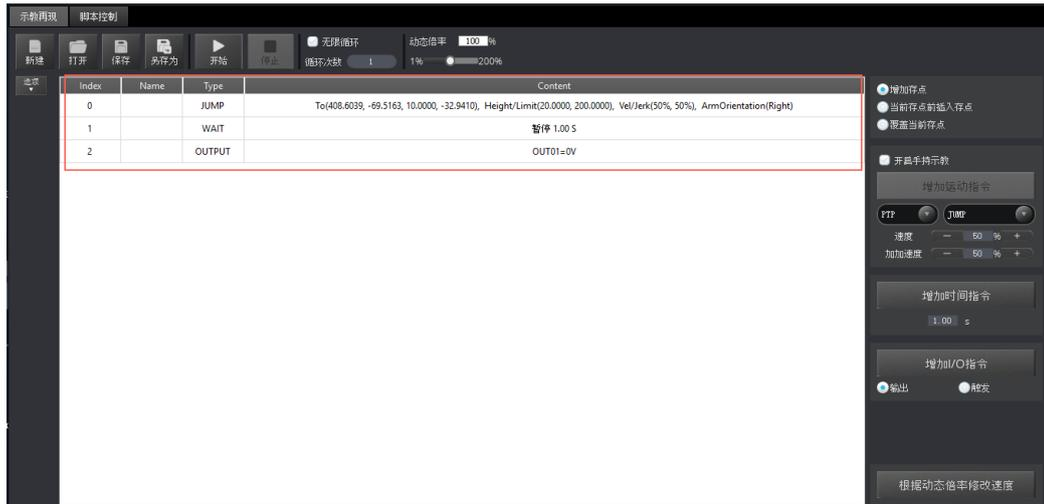

图 6.10 当前存点参数信息
- 在“示教再现”左侧界面的存点列表选中某一条存点信息，双击修改存点信息，存点信息如图 6.10所示。可修改的参数如表 6.5所示。